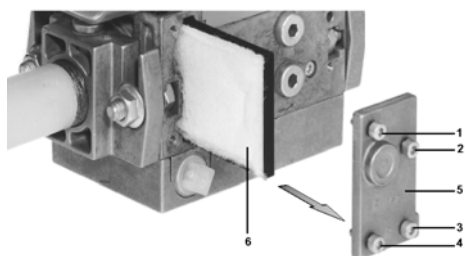

Рис. 56
- 2 Отвинтите винты 1 ÷ 4 шестигранным ключом № 3 и снимите крышку фильтра 5 на Рис. 56.